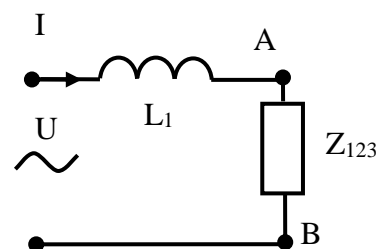

Рисунок 2.3 – Схема для определения общего сопротивления цепи
4. Определить активное, реактивное и полное сопротивление всей цепи рисунок 2.3